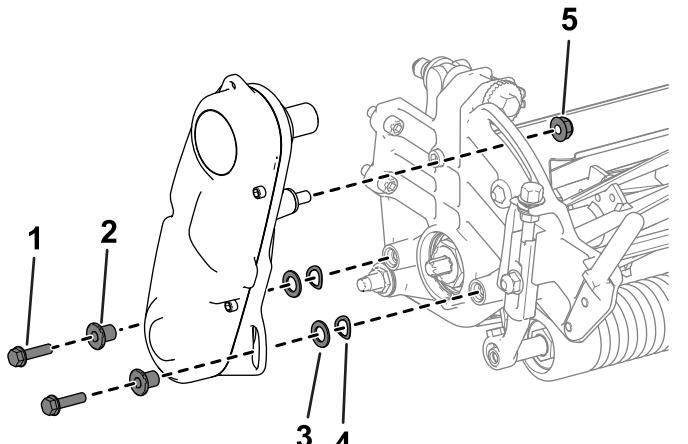

图 5
1. 卸下将滚刀驱动组件固定到侧板上的五金件图5。
2. 从侧板上卸下滚刀驱动组件、扁平垫圈、弹簧垫圈和隔片图5。